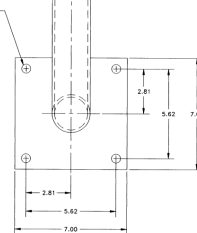

Figura 2 -
1. Determinar la ubicación de montaje del soporte SWB6 usando el patrón de agujeros de pernos que se muestra en la Figura 2.
2. Instalar el soporte SWB6 (con el codo orientado hacia arriba) usando cuatro (4) pernos o tirafondos de 1/2" (no incluidos) o soldando en el lugar.